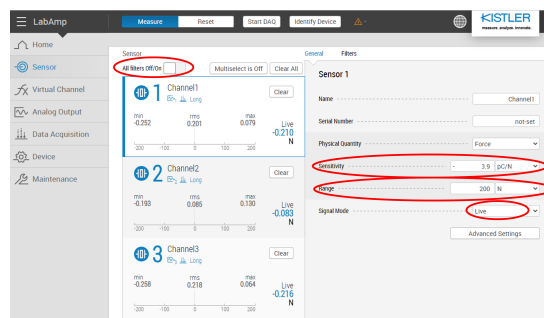

Fig. 2: Configuration d'un capteur.
3. Vous pouvez régler la sensibilité et la gamme de force mesurables pour chaque capteur (voir Fig. 2). Réglez la sensibilité pour que celle-ci soit maximale (3 pC/N). Vous déduirez vous-même une bonne valeur à utiliser pour la valeur maximale.